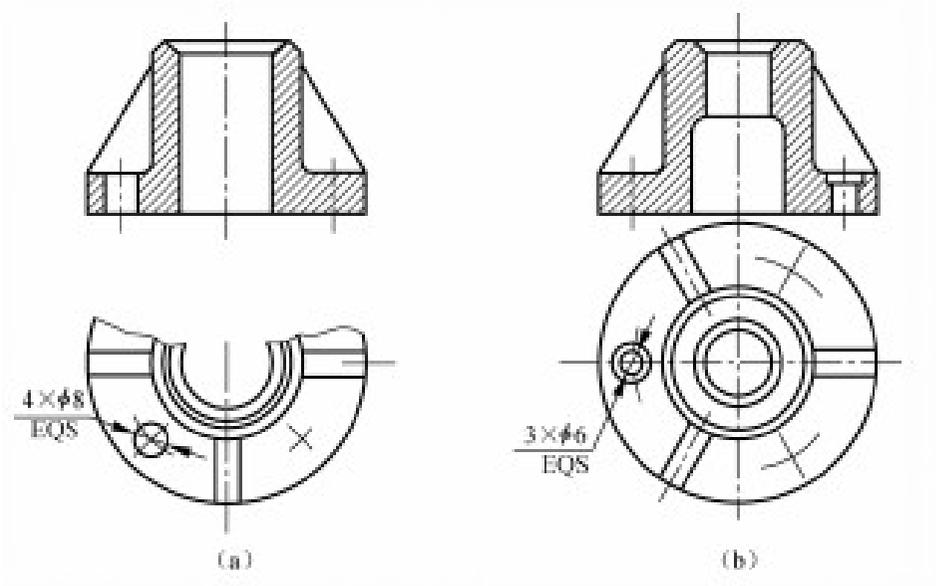

图 4-44 回转体上均布的肋、孔的画法
- ❖ (2) 当机件回转体上均匀分布的肋、轮辐、孔等结构不处于剖切平面上时，可将这些结构旋转到剖切面上画出，如图 4-44 所示。